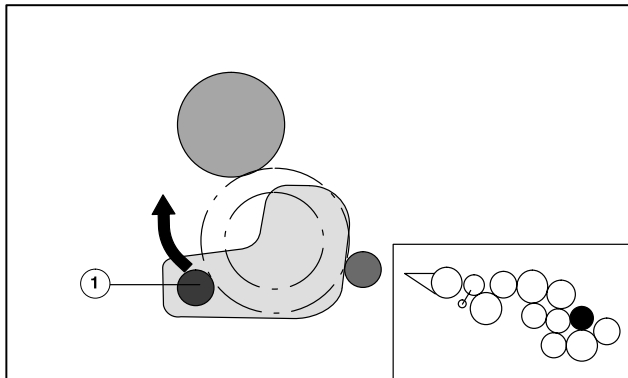

図10 第2インキ着けローラの取り外し
- ❶ 駆動側と操作側のジャーナルボックスのレバー(図10/❶)をいっぱいに上げます。
- ❷ インキ着けローラを取り出します。